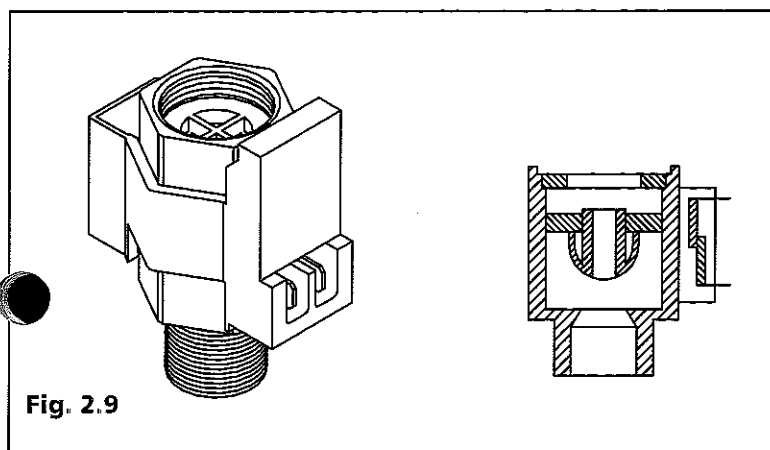

Fig. 2.9
4) Flussostato (Fig. 2.9): dispositivo in